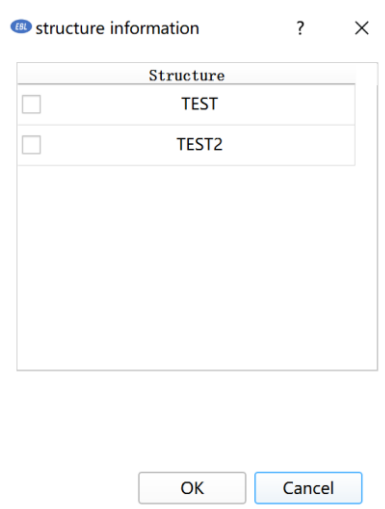

图 3.3.5 选择结构界面
(11)点击右上方“Structure”可选择显示某一个结构的能量沉积（如图 3.3.5），默认显示第一个结构。不可选择多个结构。